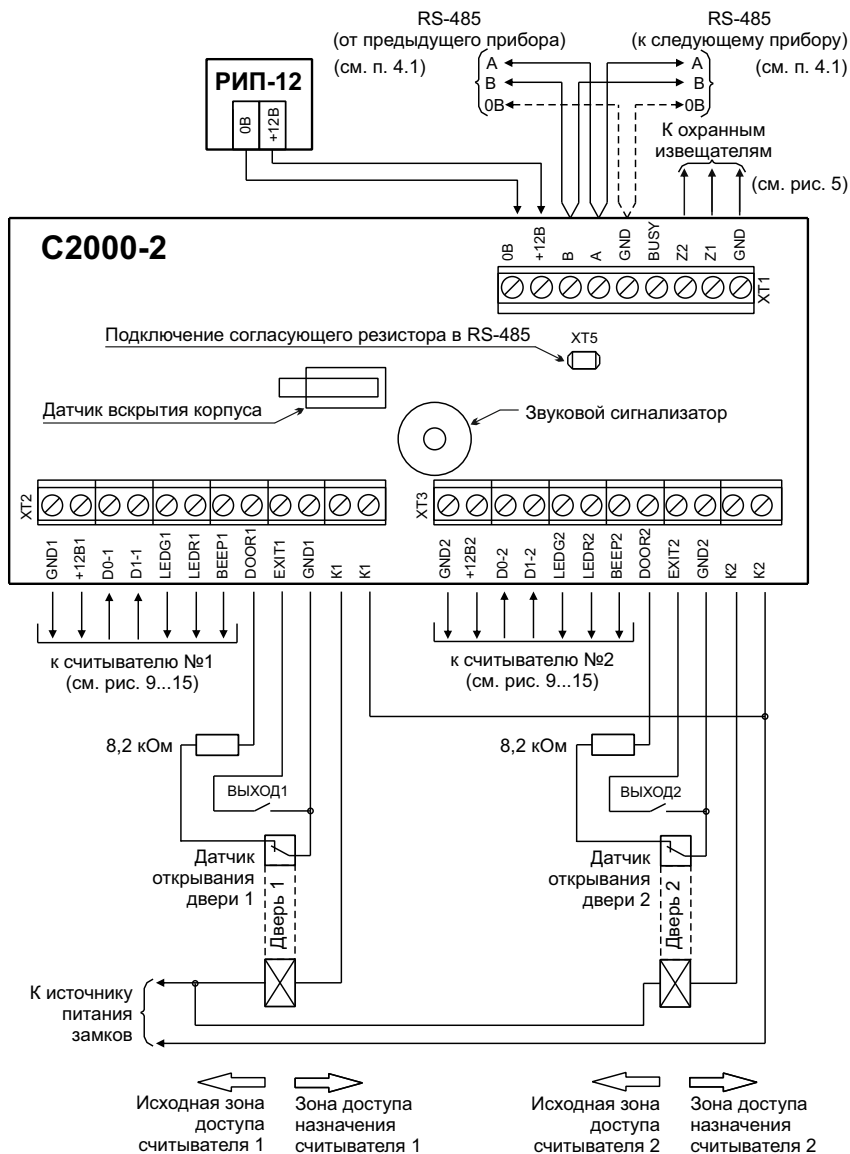

Рисунок 17. Схема подключения контроллера в режиме «Две двери на вход»
4.7.1 Подключите оборудование первой двери (считыватель, замок, кнопку "ВЫХОД", датчик открывания двери) к контактам контроллера, обозначение которых заканчивается цифрой 1, а оборудование второй двери – к контактам, обозначение которых заканчивается цифрой 2 (см. рис. 17).